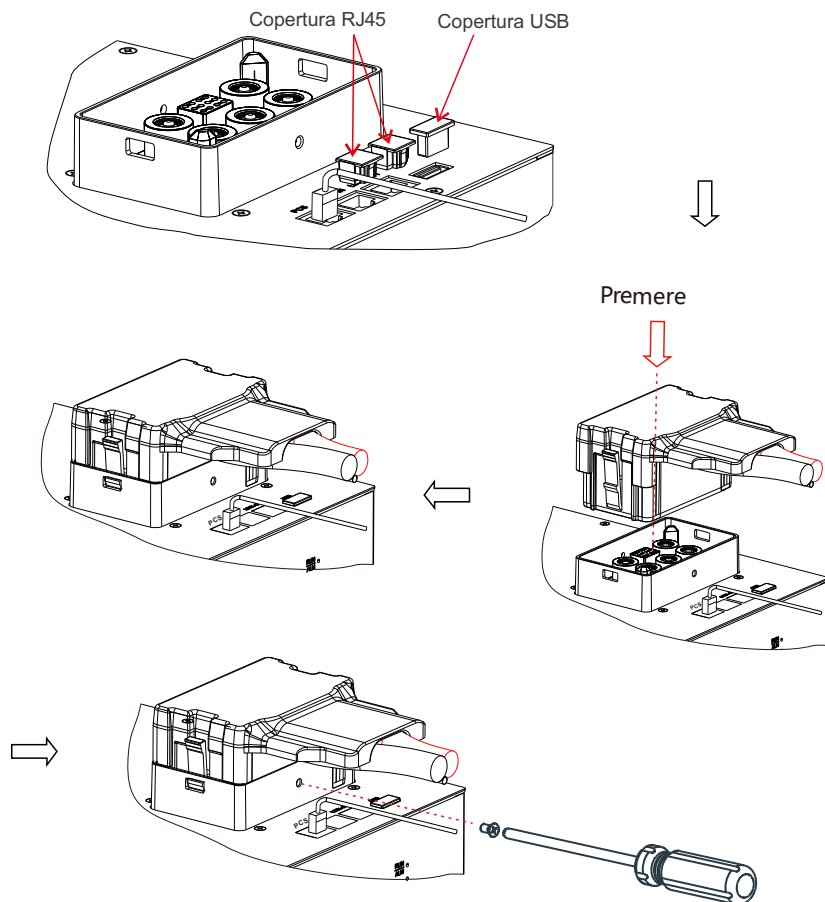

Fig 4.8: Connessione cavi di Potenza
- 1) Fare riferimento a Fig. 4.8 per la connessione dei cavi di potenza